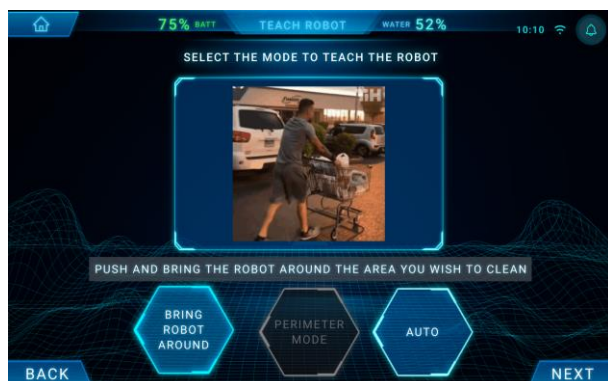

Fig 1
5. Als het scherm "ROBOT NIET GEREED" (Fig 3) verschijnt, klikt u op "Continue" en probeert u het opnieuw (Fig 1).